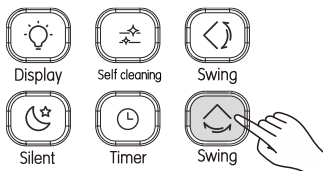

Fig. 3.12
- ① Quando l'apparecchio è acceso, premere  (vedi Fig. 3.12) per attivare l'inclinazione orizzontale. Si accende  e il comando viene inviato all'unità interna.